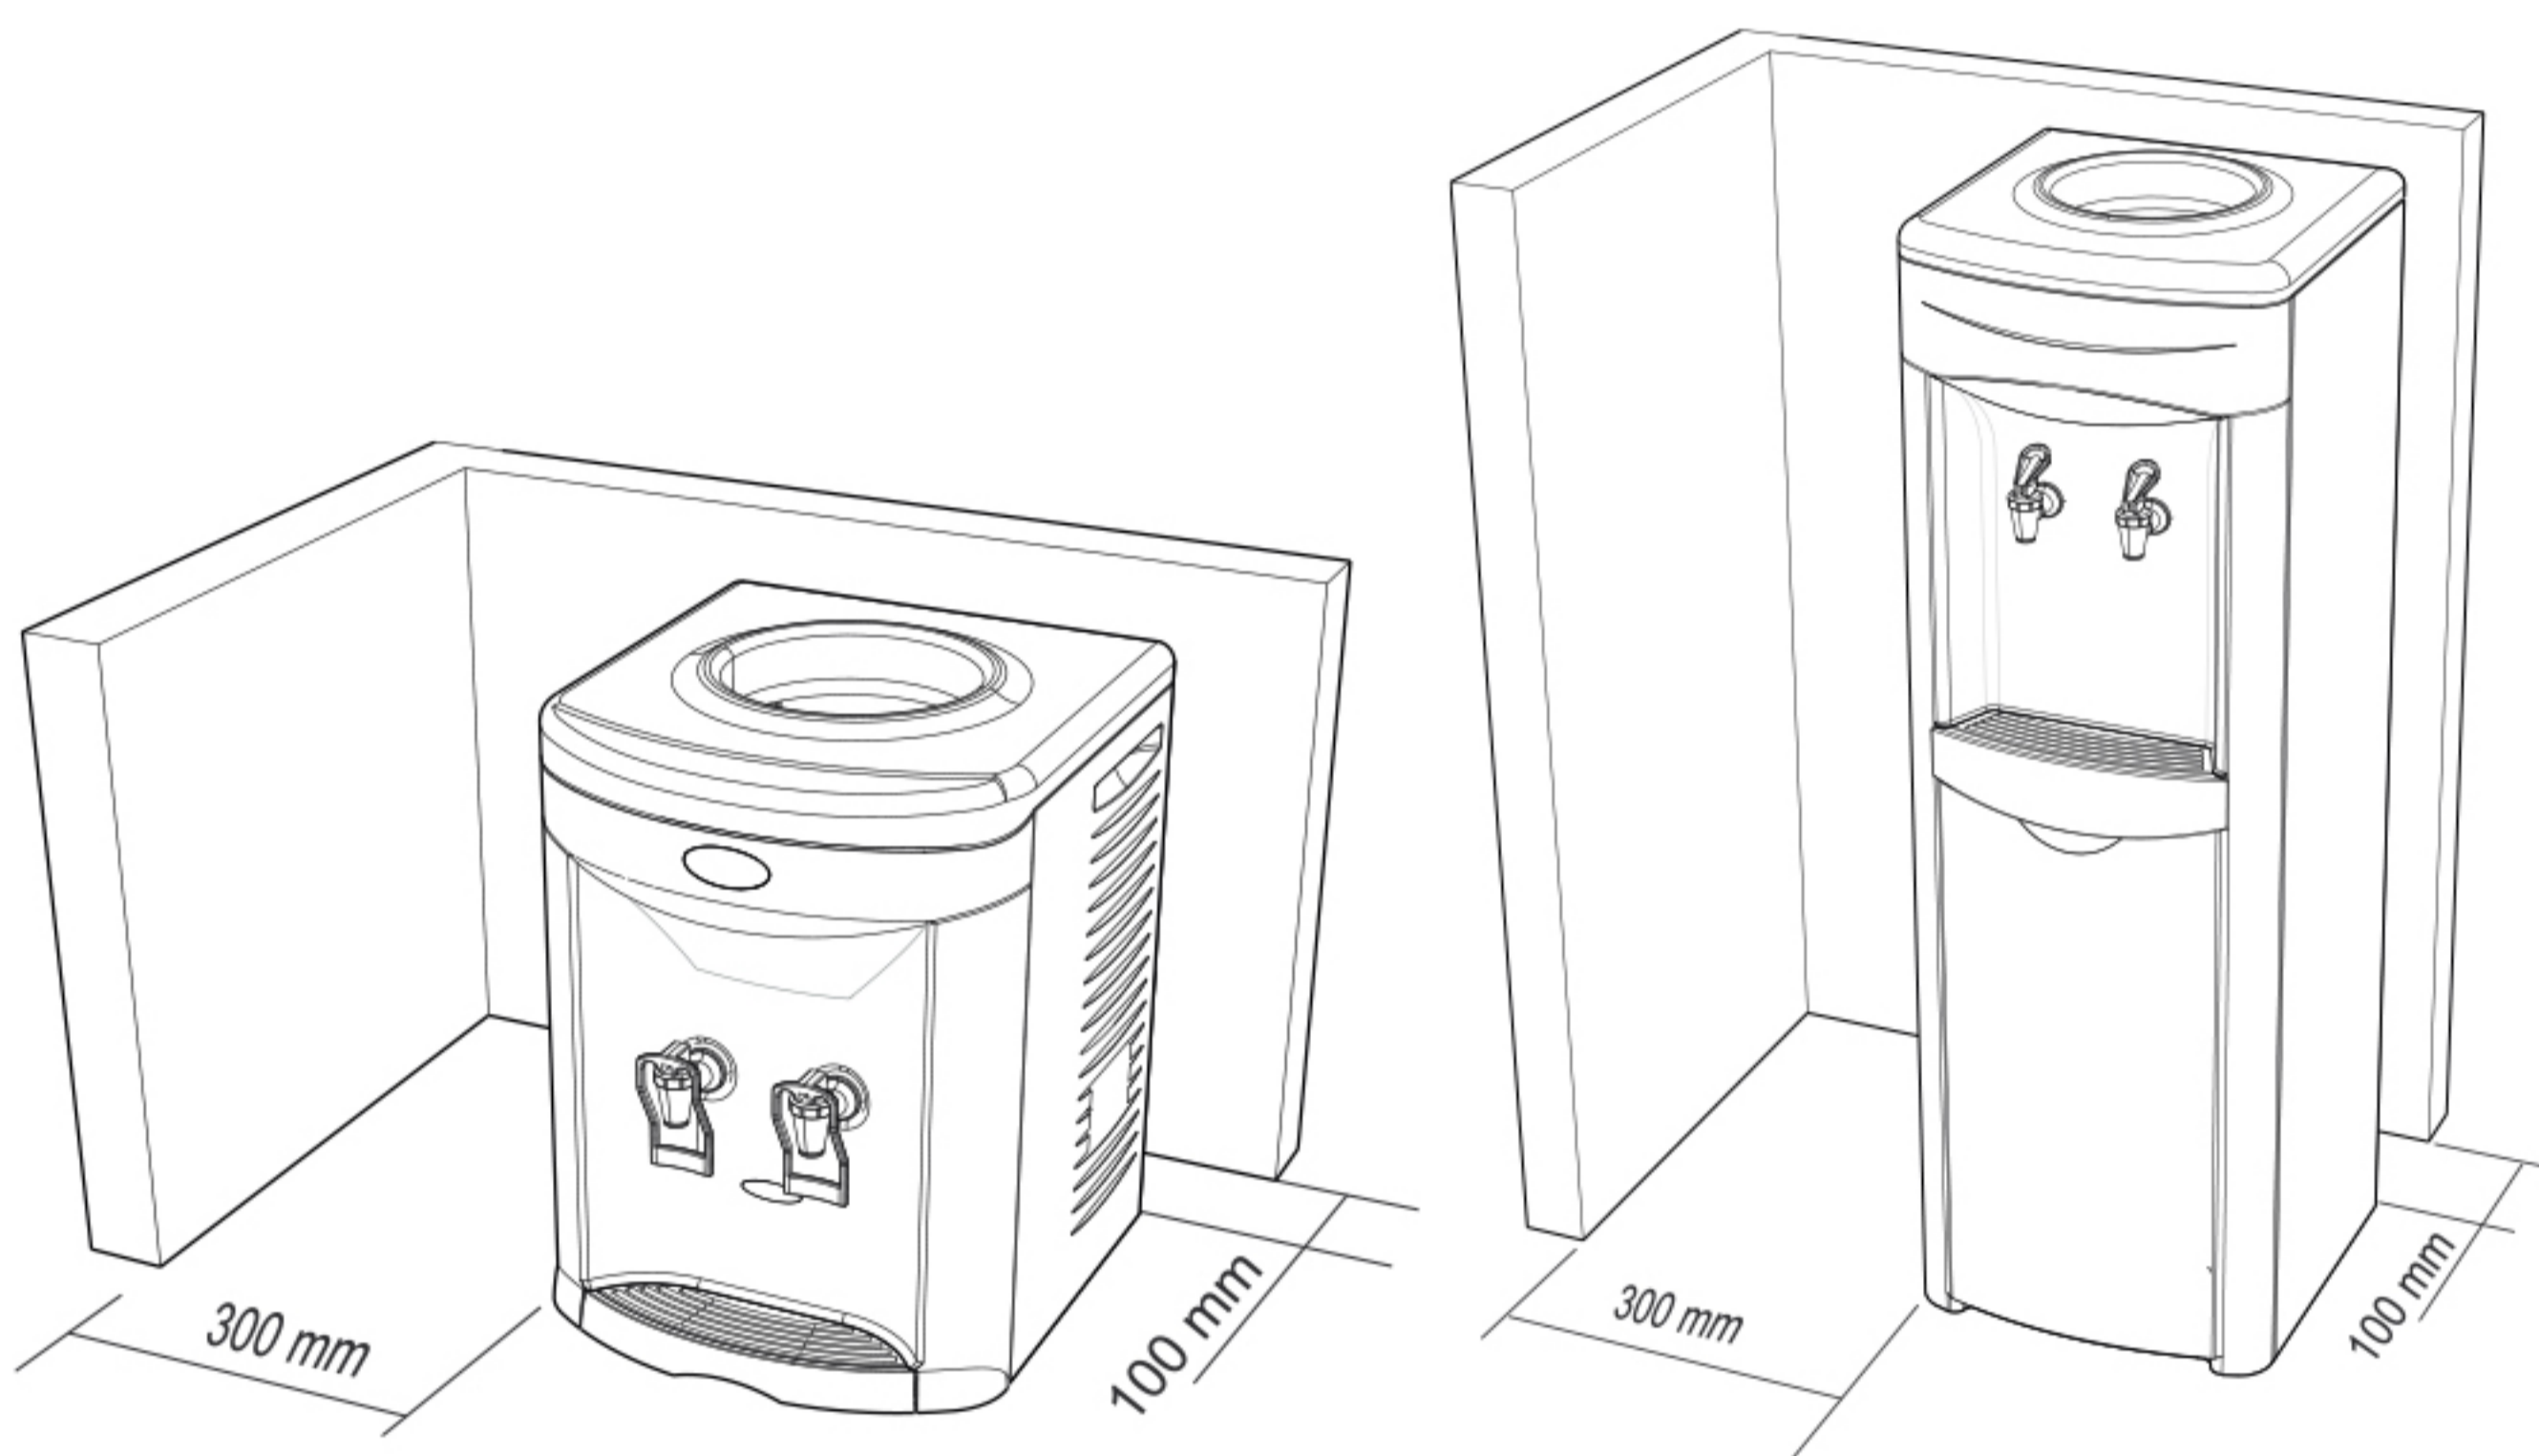

Fig. 7
- Ao instalar o aparelho a distância mínima da instalação deve ser de 300 mm nas laterais e 100 mm de profundidade (Fig. 7)
- Al instalar la distancia mínima de la instalación debe ser de 300 mm en los laterales y 100 mm de profundidad (Fig. 7)
- When installing the minimum distance of the installation should be 300 mm on the sides and 100 mm deep (Fig. 7)
Funil separador desencaixado	Verifique se o funil separador de água está devidamente encaixado no reservatório. Se não estiver, encaixe o mesmo. (Fig. 7)